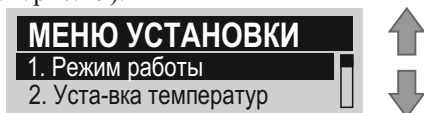

Рисунок. 19. Вид экрана «Меню установки»
7.3.12 Меню установки. Переход в режим меню установки осуществляется с помощью клавиши «≡:» (см. рис. 19).
В памяти прибора содержится семейство зависимостей температуры уставки теплоносителя, необходимой для поддержания постоянной комнатной температуры, от температуры уличного воздуха (см. рис. 19). Необходимо в соответствии с рис. 19 выбрать ту кривую, при которой в помещении станет комфортно. Наименование кривой номинально совпадает с температурой уставки, при которой в помещении комфортно при уличной температуре 0⁰С. Если в помещении холодно – следует выбрать кривую с большим номиналом, если жарко – с меньшим.